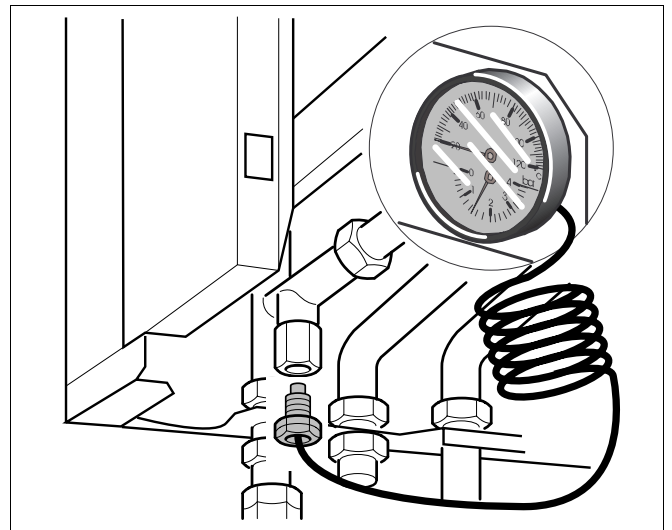

Fig. 9 Collegamento del manometro
- Collegare il manometro (fig. 9).